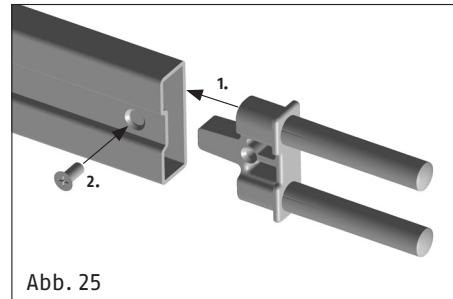

Abb. 25
- Riegelabschlussstück mit Rundbolzen einsetzen und mit der Schraube festschrauben (Abb. 25).